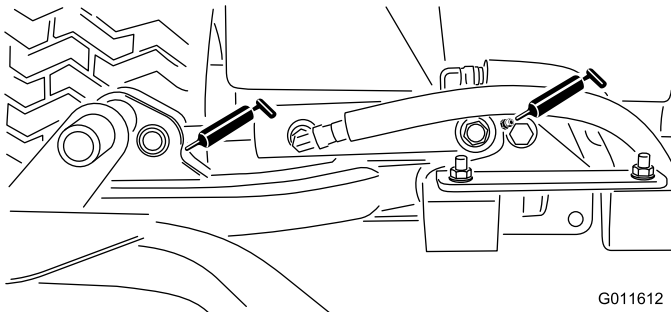

Figura 28
- Cilindros del brazo de elevación de la unidad de corte (2 en cada) (Figura 28)
- Pivotes del brazo de elevación (1 en cada) (Figura 28)